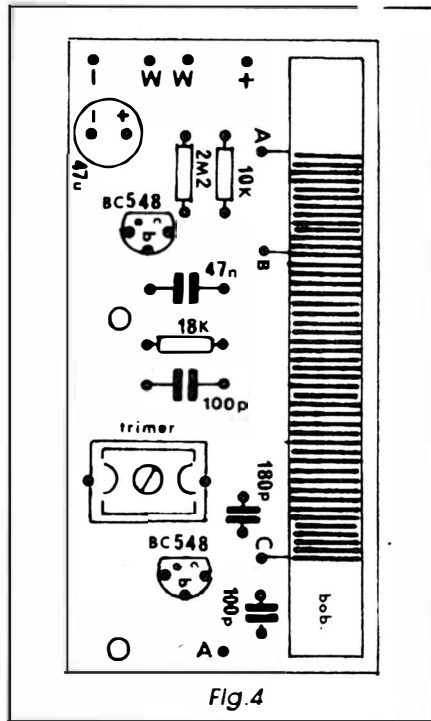

Fig. 4
- **FIG. 4 - CHAPEADO DA MONTAGEM** - Tanto na figura anterior (lado cobreado) quanto na presente (lado não cobreado), a placa de impresso é vista em tamanho natural, facilitando a *copiagem* e o acompanhamento visual por parte do montador... No diagrama temos a estilização de todos os principais componentes, já colocados sobre o impresso... Atenção à orientação dos dois transístores, referenciados pelos seus lados *chatos*... Observar ainda a polaridade indicada para os terminais do capacitor eletrolítico... Finalmente, notar a codificação adotada para os terminais da bobina *feita em casa* (rever **FIG. 2**, para comparações e confirmações...). Um dos componentes talvez exija alguns *truques* de adaptação dos seus terminais, antes da inserção e soldagem à placa: o *trimmer* cerâmico... Em alguns casos, esse capacitor ajustável apresenta terminais curtos e grossos, incompatíveis mecanicamente com os furinhos estreitos e redondos realizados na placa... Se isso se veri-